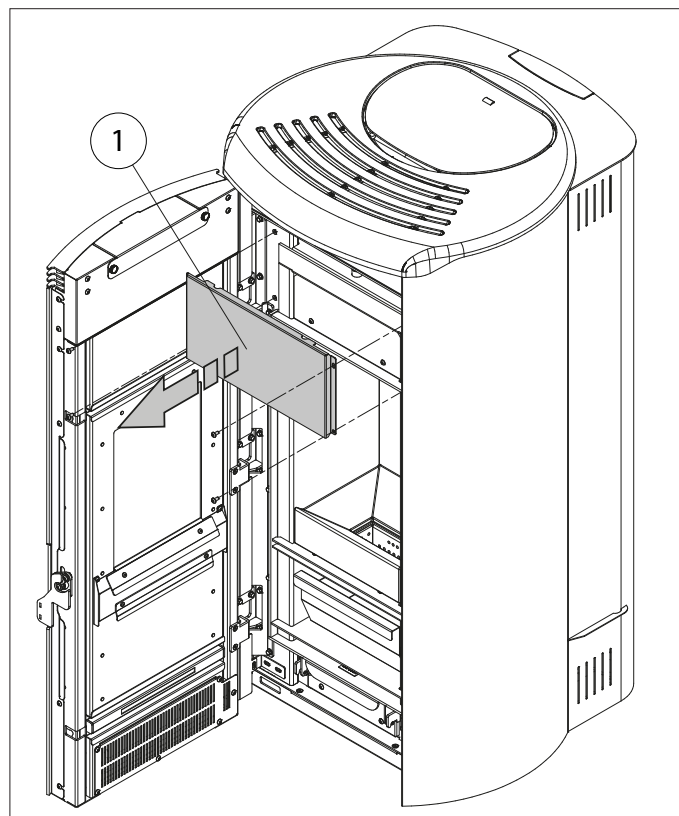

Fig. 6.3a
- Ouvrir le porte. Dévisser les vis de fixation de la partie frontale (1) et l'extraire (**Fig. 6.3a**), pour accéder au reniflard.